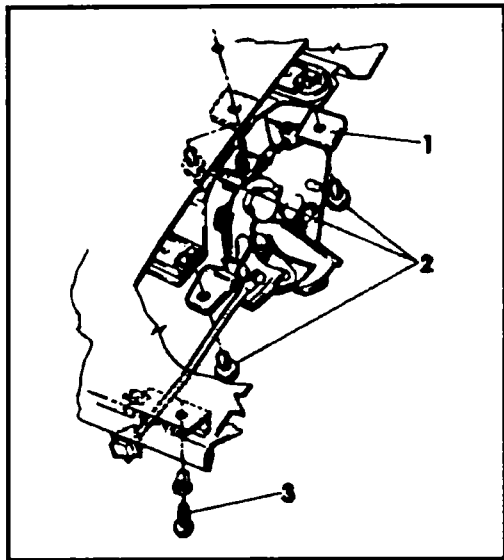

Рис. 10.13 Замок капота — модели до 1996 г выпуска
- ◆ Снимите замок капота (1, см. рис. 10.13), отвернув для этого винт с крестообразным шлицем (3) и болты с шестигранной головкой (2). Отсоедините от капота трос привода замка.